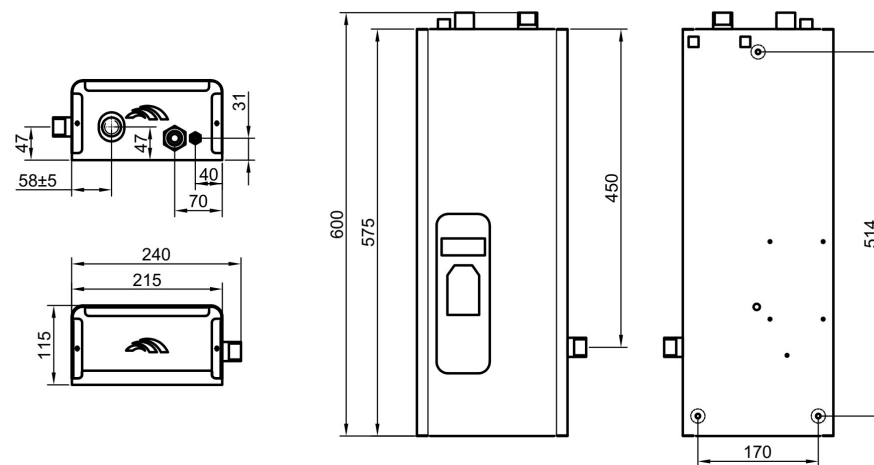

Рисунок 3 - Апарат КЕО-Ц 4,5-15 кВт / 230-400В
5.1 КЕО є конструкцією, що складається з окремих вузлів, розміщених в сталевому корпусі форми паралелепіпеда (рис.3). Корпус є конструкція, сприймаюча навантаження, яке виникає при експлуатації і транспортуванні.